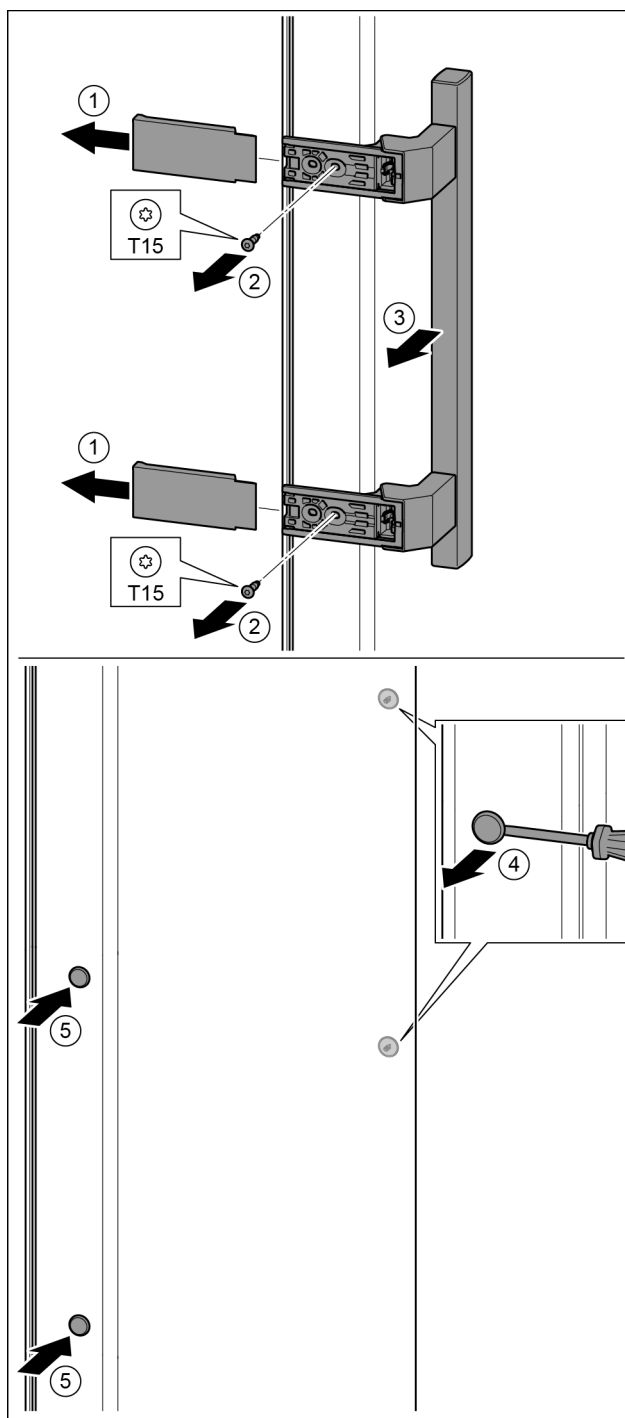

Fig. 18
- Abdeckung abziehen. Fig. 18 (1)
- Schrauben mit Schraubendreher T15 herausdrehen. Fig. 18 (2)
- Griff abnehmen. Fig. 18 (3)
- Seitlichen Stopfen vorsichtig mit einem Schlitzschraubendreher anheben und herausziehen. Fig. 18 (4)
- Stopfen auf der anderen Seite wieder einsetzen. Fig. 18 (5)